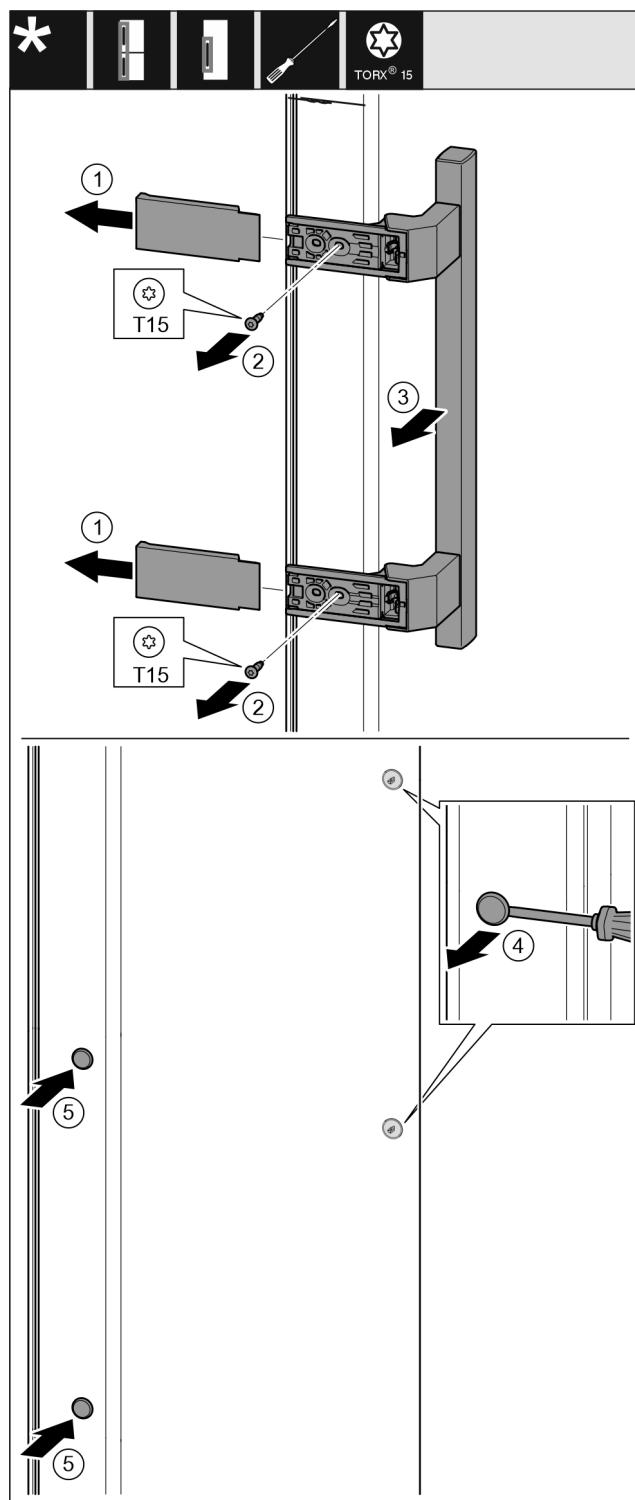

Fig. 16
- Snemite pokrov. Fig. 16 (1)
- Izvijte vijke z izvijačem T15. Fig. 16 (2)
- Snemite ročaj. Fig. 16 (3)
- S ploščatim izvijačem previdno dvignite stranski čep in ga izvlecite. Fig. 16 (4)
- Čep ponovno vstavite na drugi strani. Fig. 16 (5)